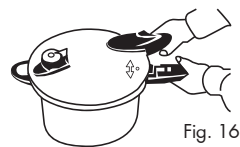

Fig. 16
3. Alinee la marca „●“ de la tapa con la marca „▲“ del asa de la olla (pieza 13) y abra la tapa (Fig. 16).